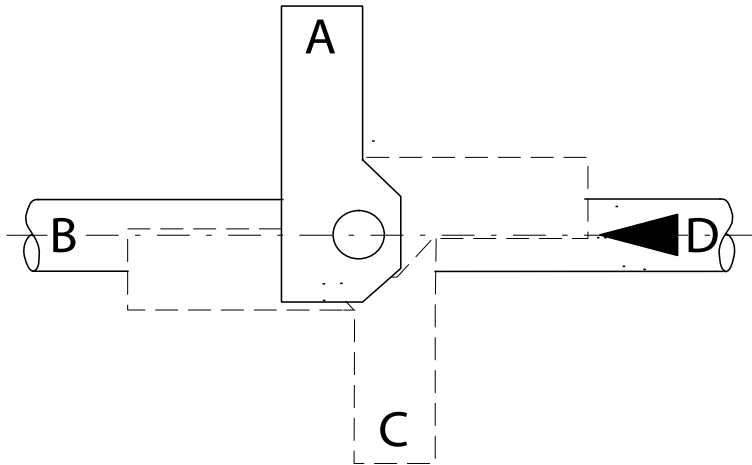

Fig.5-6 Posição de montagem do atuador
5. Colocar o atuador com o suporte na (posição A, B, C ou D) requerida (→ Fig.5-6) no eixo do corpo da válvula e fixar a unidade com a ajuda dos parafusos (→ Fig.5-5/6).